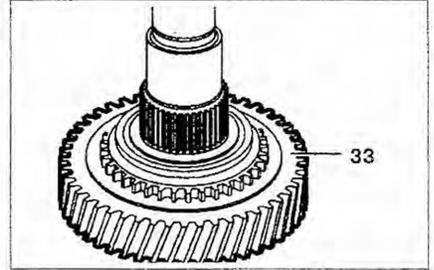

Рис. 4.44. Снимите шестерню 33 передачи заднего хода.
24. Снимите шестерню 33 передачи заднего хода (рис. 4.44).